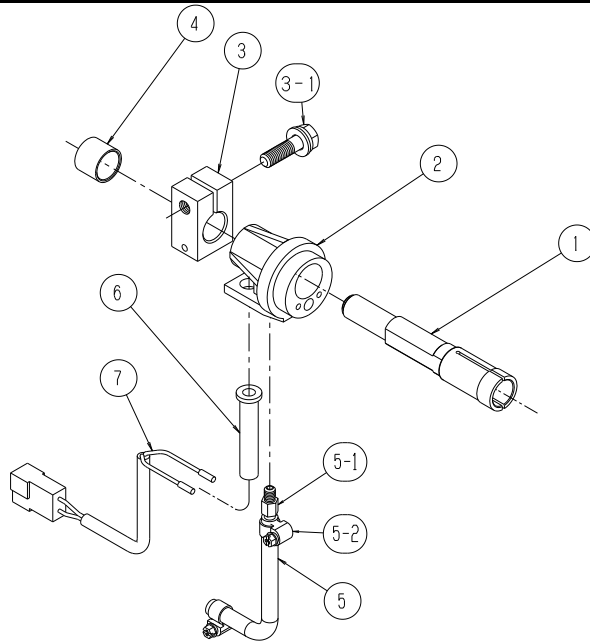

图 6. 中央适配器分解图
⑨ 部品明细（续）
9.6 中央适配器部分（图 6）CMA-7402 型送丝机（空冷型）